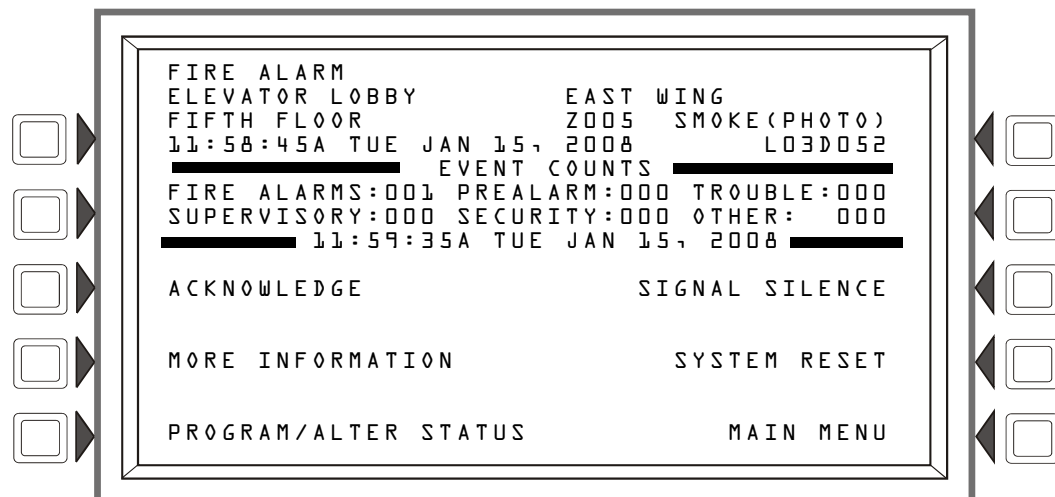

Figura 2.2 Exemplo de visualização de mensagem de alarme contra incêndios
- Mostra **FIRE ALARM** (alarme contra incêndios) na esquina superior esquerda da tela, um código de tipo que indica o tipo de dispositivo que ativou o alarme contra incêndios, e também informação específica do dispositivo. A mensagem ocupa as quatro linhas superiores da tela, e substitui a mensagem de sistema norma, conforme pode-se observar na figura 2.2 que está ilustrada a seguir. Consulte “Formato de eventos de ponto especificado” on page 14 para uma descrição completa de cada campo de mensagem.